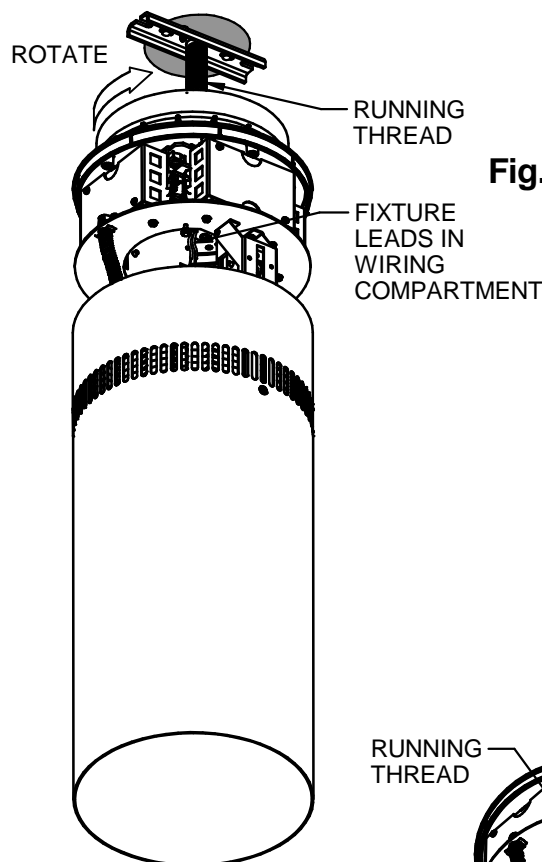
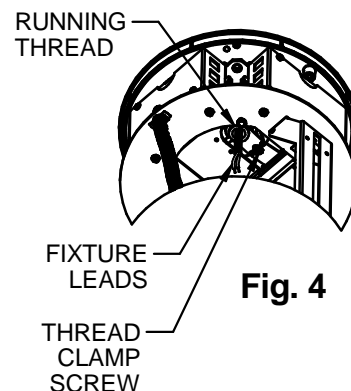

Fig. 3
Fig. 4
- Carefully flip the cylinder upright and lift the cylinder up to the mounting channel assembly. Feed the fixture leads through the threaded hole in the center of the fixture top assembly. Engage the running thread, and rotate the assembly a few times, being sure that the fixture *rotates freely and is not cross-threading* (Fig. 3). Pull the fixture leads out through the wiring compartment opening. Make sure they hang freely (don't rotate or twist), and thread the fixture onto the running thread until the canopy contacts the ceiling. Tighten the thread clamp screw to lock the fixture assembly onto the running thread. (Fig. 4)
Loosen the thread clamp screw to unlock the fixture assembly from the running threads. Ensure that the fixture is threaded onto the running thread such that the canopy is very close to the ceiling. Find the wallwash kicker and face it towards the wall by rotating the cylinder LESS THAN one full turn on the running threads. Once the wallwash kicker is on the opposite side of the fixture from the wall, tighten the thread clamp screw to lock the fixture assembly onto the running threads. (**Fig. 4**)
5. Avec précaution, remettre le luminaire à l'endroit et le soulever jusqu'au profilé de fixation. Tirer les conducteurs du luminaire à travers le trou taraudé au centre de la partie supérieure du luminaire. Engager le luminaire sur le tube fileté et le visser de quelques tours en s'assurant que le luminaire *tourne librement et sans fausser le filetage* (Fig. 3). Sortir les conducteurs du luminaire à travers l'ouverture du compartiment de câblage. S'assurer qu'ils pendent librement (ne pas les tourner ni les vriller) et visser le luminaire sur le tube fileté jusqu'à ce que la rosace touche le plafond. Serrer la vis d'arrêt pour bloquer le luminaire sur le tube fileté (Fig. 4).
Desserrer la vis d'arrêt pour débloquer le luminaire du tube fileté. Vérifier que le luminaire est vissé sur le tube fileté de telle façon que la rosace soit très près du plafond. Trouver le renvoi de lèche-mur et le placer face au mur en faisant tourner le cylindre de MOINS d'un tour complet sur le tube fileté. Une fois le renvoi de lèche-mur sur le côté du luminaire opposé au mur, serrer la vis d'arrêt pour bloquer le luminaire sur le tube fileté (**Fig. 4**).